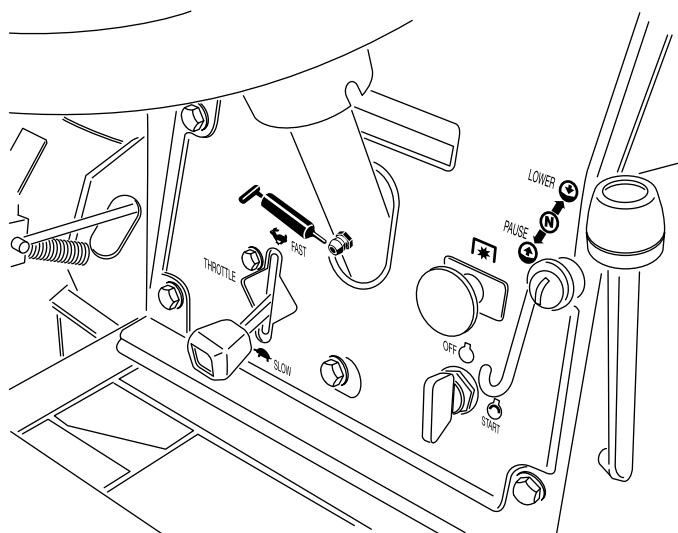

Figura 37
- Piantone dello sterzo (Figura 37)